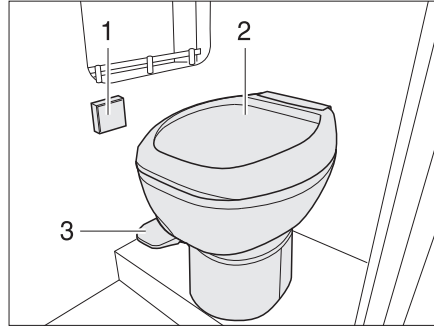
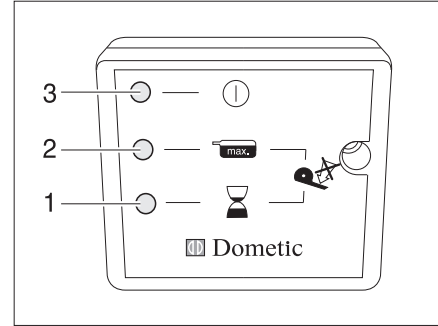

Fig. 236 Inodoro por vacío
Fig. 237 Panel del inodoro por vacío
- Conectar la alimentación de corriente. En panel (Fig. 236,1) se enciende el LED amarillo (Fig. 237,1) por aprox. 1 minuto. En el sistema se crea un vacío.
- Cuando se enciende el LED verde (Fig. 237,3) en el panel, levantar el pedal (Fig. 236,3) brevemente para que entre un poco de agua a la taza del inodoro (Fig. 236,2) y el cierre del fondo quede cubierto de agua.
- Presionar el pedal (Fig. 236,3) unos pocos segundos hacia abajo.
- Levantar el pedal brevemente para que entre un poco de agua a la taza del inodoro (Fig. 236,2) y el cierre del fondo quede cubierto con agua.
El LED rojo (Fig. 237,2) estará iluminado en caso de que se tuviera que vaciar el cassette o haya sido sacado.